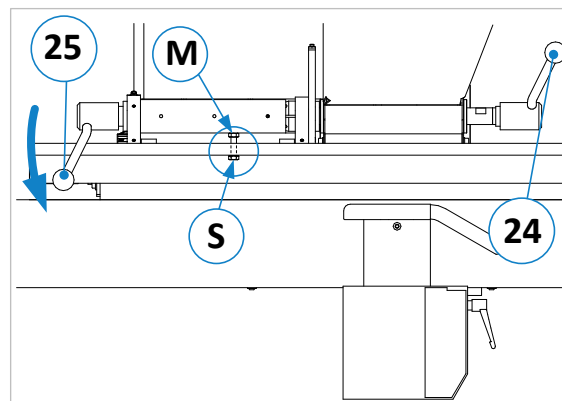

Abbildung 39: Winkel 90 Grad eichen
2. Zur Korrektur öffnen Sie Klemmhebel (**24**) und ziehen den Stellhebel (**25**) ganz nach vorne (auf 45°-Stellung). Lösen Sie die jetzt zugängliche Kontermutter (**M**) mit einem Gabelschlüssel SW13 (siehe $\Rightarrow$ Abbildung 39). Die Schraube (**S**) verstellen Sie dann (je nach Bedarf) entweder nach innen oder nach außen, bis der Abrichtanschlag wieder exakt 90° aufweist ($\Rightarrow$ Abbildung 39).